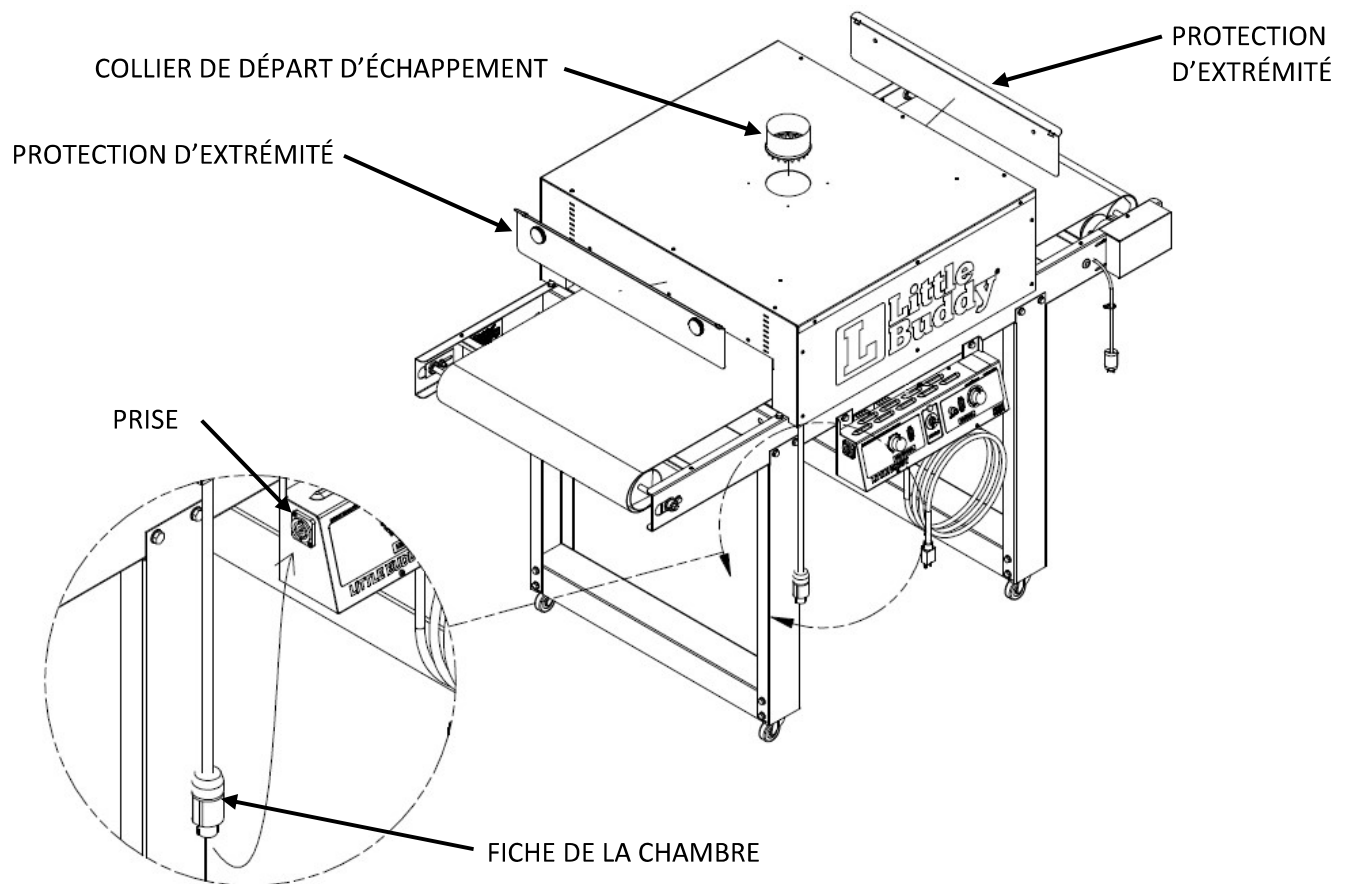

Figure 8
3. Insérez le **COLLIER DE DÉPART D'ÉCHAPPEMENT** dans le trou situé en haut de la **CHAMBRE DE CHAUFFE** (voir **Figure 8**). Une fois en place, pliez les languettes à la base du **COLLIER** vers l'extérieur pour le fixer. Un kit d'évacuation (LB02-EX) est disponible en option.
5. Branchez le **CORDON DE LA CHAMBRE DE CHAUFFE** dans la **PRISE** du **PANNEAU DE COMMANDE** (voir vue agrandie, **Figure 8**).